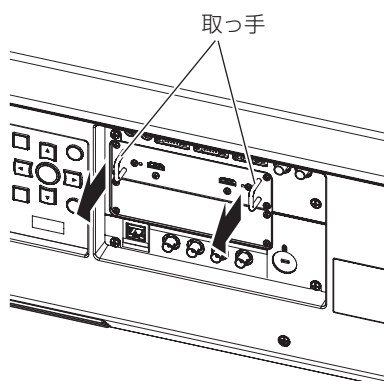

図1
1) スロットカバーを取り外す（図1）
1) インターフェイスボードを取り外す（図1）